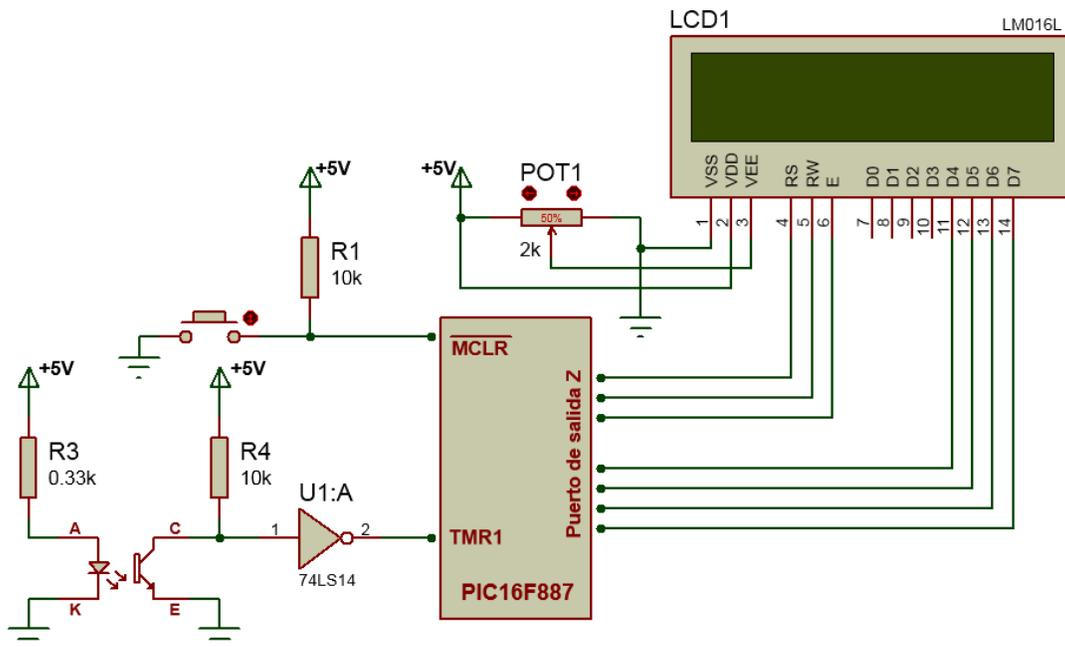

Figura 5.4. Circuito simbólico del sistema de conteo con sensor infrarrojo.
8. A continuación, para el circuito de la figura 5.4, cargue en el microcontrolador el tercer programa de las actividades previas.